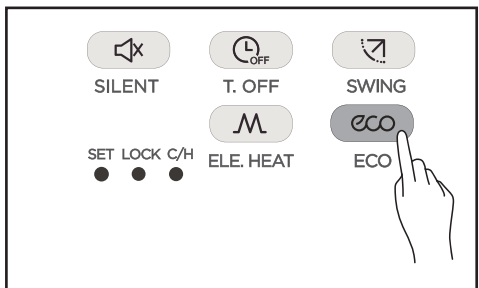

Figura 3.13
1. Pressione  (consulte a Figura 3.13) para enviar o sinal ECO à unidade interna. O ícone  é exibido;